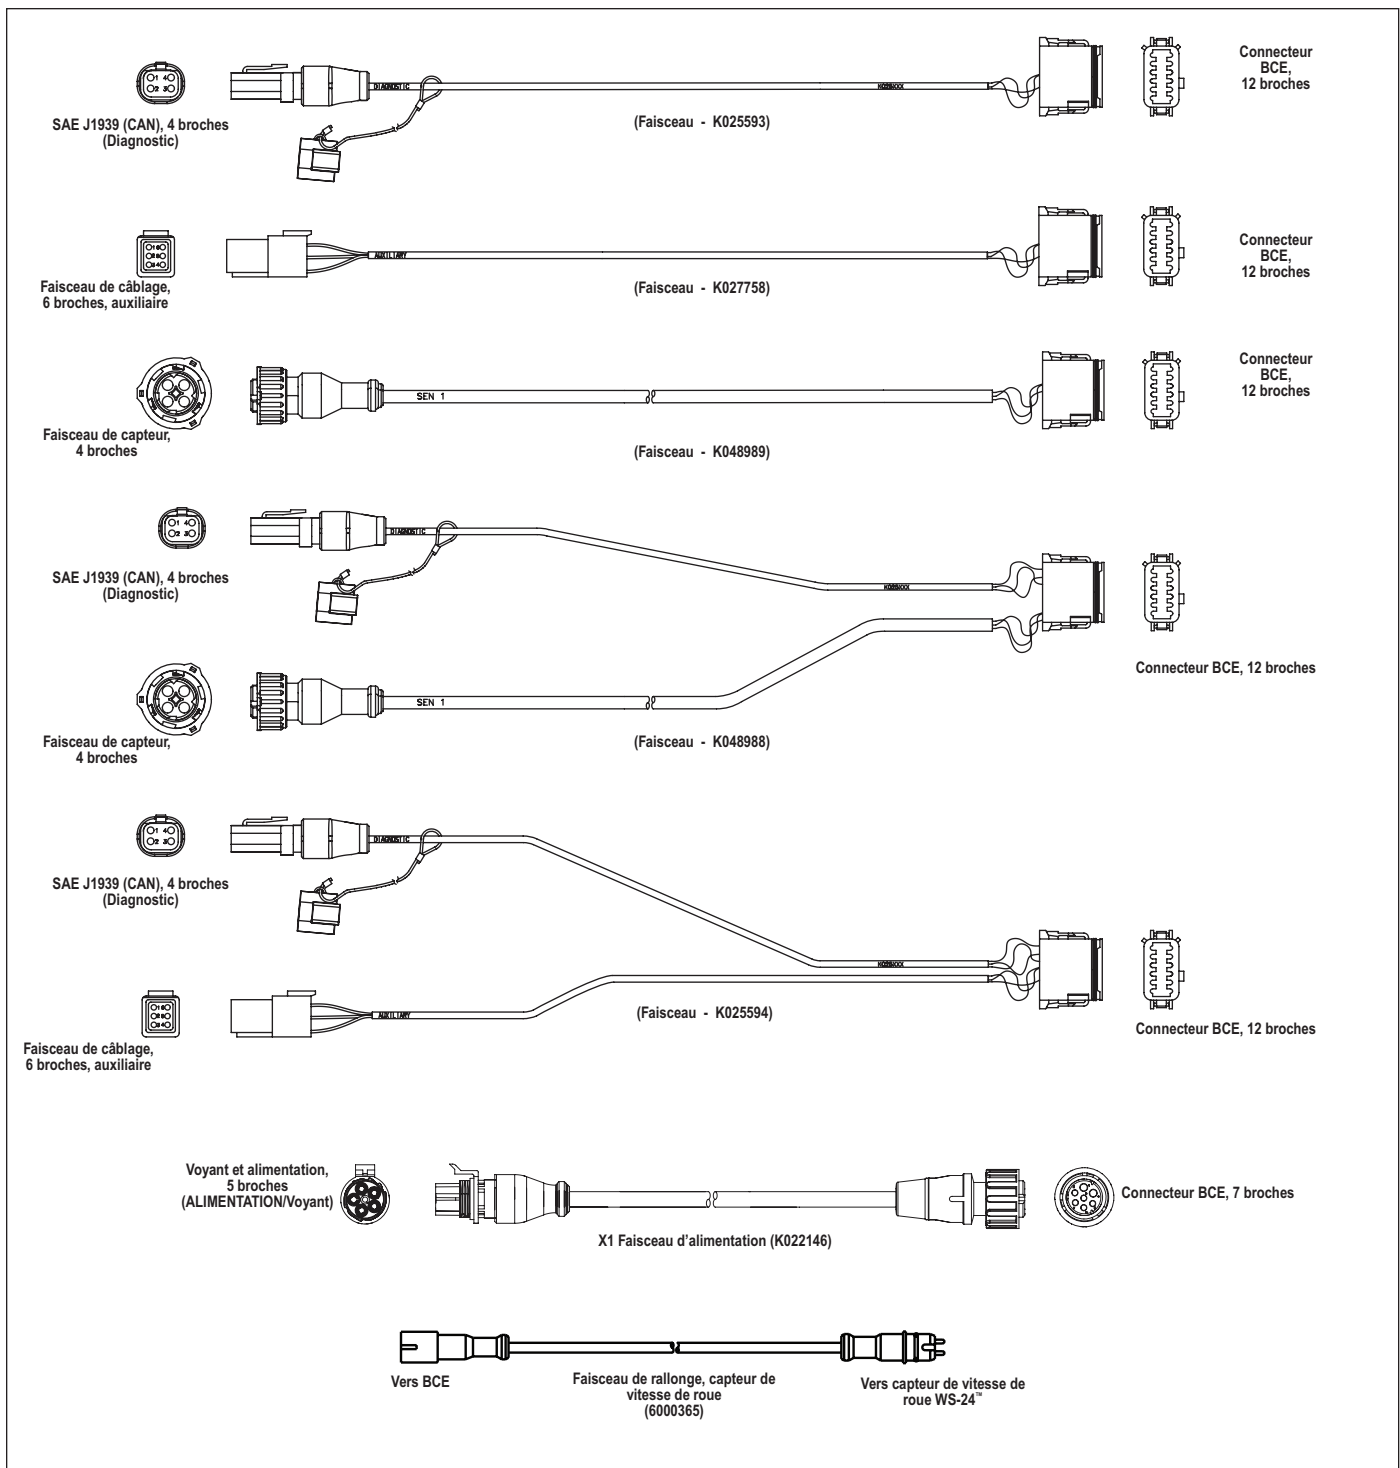

FIGURE 5 – CHOIX DE FAISCEAUX DE CÂBLAGE
- **Faisceau de câblage** : Un faisceau de câblage est nécessaire. Des faisceaux auxiliaires sont disponibles, selon le besoin. Cf. Figure 5.
Cf. Figure 5. Plusieurs faisceaux de câblage sont proposés pour raccorder le module TABS-6 à d'autres composants du système de la remorque. Les faisceaux ont un joint d'étanchéité à l'interface du connecteur et sont clairement étiquetés pour faciliter leur branchement. La fabrication des faisceaux de fils des modules TABS 6 repose sur une technologie de surmoulage. En conséquence, Bendix recommande de remplacer tout le faisceau s'il a des signes de dommages ou de corrosion.
Cf. Figure 5.